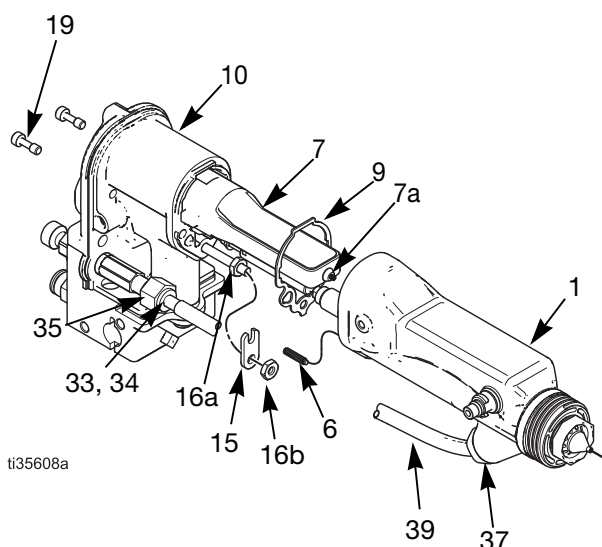

BILD 27. Montering av pistolhus
1. Kontrollera att packningen (9) och jordfjädern (6) sitter på plats och att lufthålen i packningen är rätt inpassade. Byt ut packningen om den är skadad.
2. Kontrollera att fjädern (7a) sitter på plats på spetsen av kraftaggregatet (7). Se BILD 27. Stryk på ordentligt med dielektriskt fett på spetsen på kraftaggregatet. Placera huset (1) över kraftaggregatet och på pistolhandtaget (10).
3. Dra åt de två skruvarna (19) korsvis och jämnt (omkring ett kvarts varv sedan de precis fått kontakt eller 2,3 N•m, (20 in-lb). Dra inte åt för hårt.